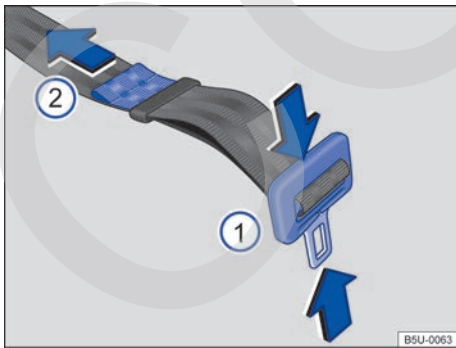

Fig. 52 Ajustar la banda del cinturón de seguridad subabdominal.
- Presionar la pestaña de encastre en el sentido de las flechas → **fig. 52 ①** y extender totalmente el cinturón de seguridad.
- Apretar la pestaña de encastre contra el cierre del cinturón y tirar del extremo → **fig. 52 ②** en el sentido de la flecha, hasta alcanzar una holgura máxima de 5 cm (3 dedos) en la zona pélvica.